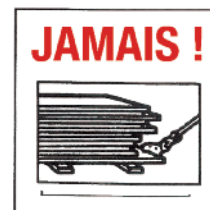

Figure 12
16. **NE PAS** : utiliser de pince de levage de façon inappropriée. Ne jamais lever de plaque du bas de la pile (Fig. 12).